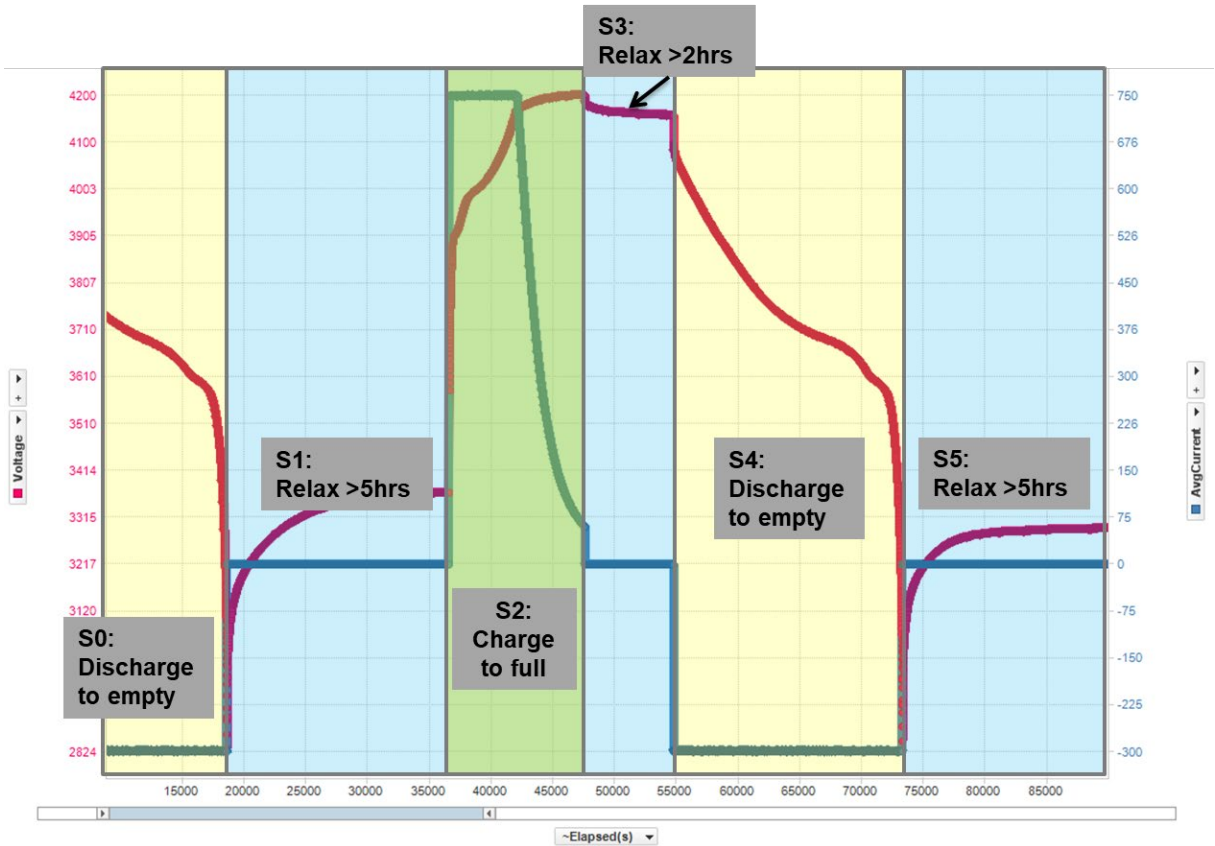

图2.22 Golden Learning 步骤
(5)把电池放空 (放到 3V 以下), 然后静置 5 个小时以上。如图 2.22 的 S0 和 S1 步骤。
(1)对放空静置稳定的电池(图 2.22 的 S1)发送 Gauge_Enable(又称 IT_Enable)命令 (0x0021)开启阻抗跟踪算法(BQ274xx 等跳过该步骤)。这时 Qmax, Ra table 学习更新才正式开始。
(2)把电池充饱, 确保有效的满充截止条件(FLAGS[FC]要置位), 如图 2.22 的 S2。
(3)静置 2 小时, 如图 2.22 的 S3。
(4)把电池以 0.2C 电流放空到截止电压，如图 2.22 的 S4。
(5)静置 5 小时，如图 2.22 的 S5。